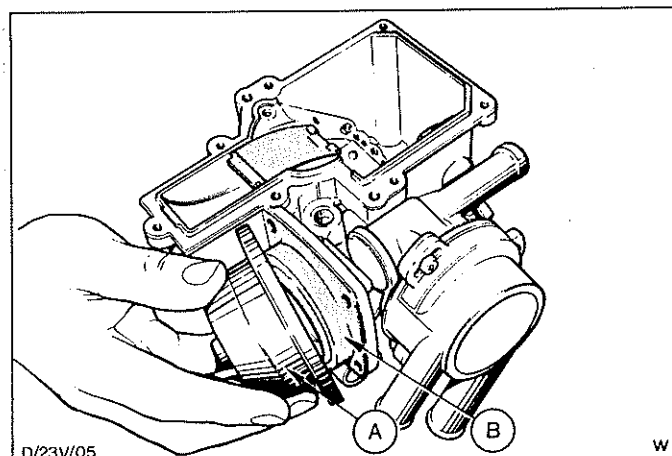

Abb.45 Steuermembrane entfernen
8. Kreuzschlitzschrauben (4) entfernen, Unterdruck-Membrangehäuse und Membranfeder mit Sitz herausnehmen, Abb.45. Clip entfernen und Steuermembrane abnehmen. Darauf achten, daß diese Teile nicht verlorengehen.